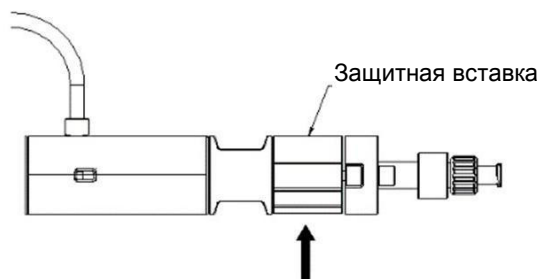

Рис. 7. Снятие защитной вставки
- ✧ Система доставки должна оставаться в неподвижном состоянии. Снять защитную вставку с захвата системы доставки. (Рис. 7)